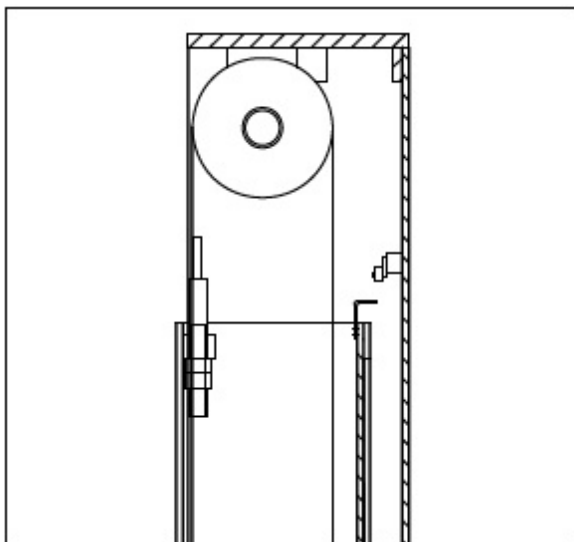

Рис. 14
- При достижении максимальной высоты подъема сработает концевой выключатель. Рис. 14
- Если движение кареток выходит за рамки возможной высоты подъема, в верхней части командной стойки находится концевой выключатель, который приводится в действие рычагом (Рис. 14) на каретке главной стойки. В случае несрабатывания первого концевого выключателя, через 3 секунды сработает второй выключатель.